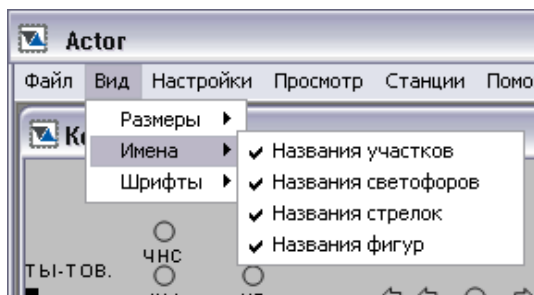

Рис. 9
- Рис. 9). Для того, чтобы исключить из схемы названия каких-либо элементов, необходимо убрать галочку, соответствующую выбранному элементу. Для этого необходимо нажать на выбранный подпункт меню. Включение отображения скрытых названий осуществляется аналогичным способом.